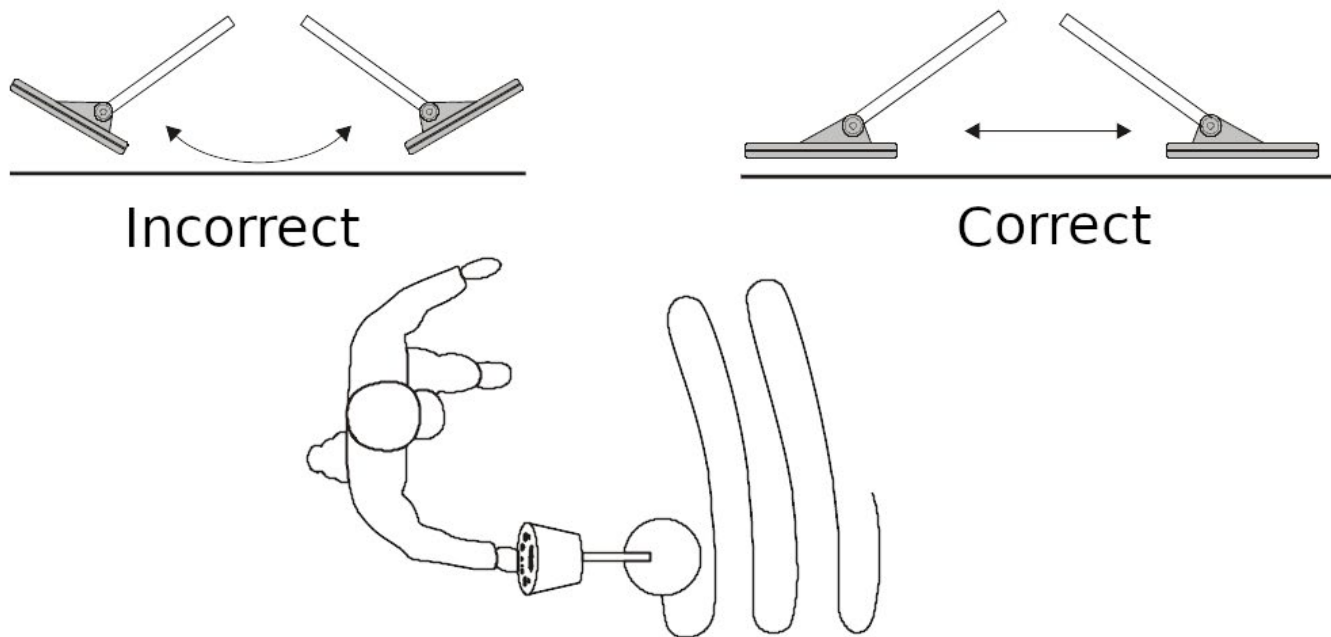

Fig.13 Mouvement de balayage
2. Effectuez des mouvements lents en forme de serpentins (Voir Fig. 13 Mouvements de balayage)